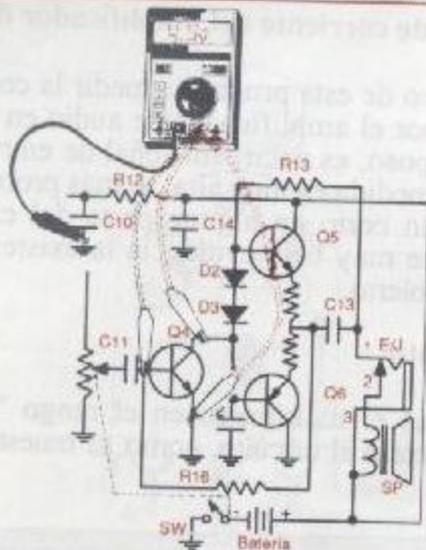

Fig. A26
Paso 1. Sitúe el multímetro en el rango "12 VDC" y conéctelo al circuito como se muestra en la figura A26. Coloque la punta negativa a tierra y utilice la punta positiva para recorrer los puntos de interés.